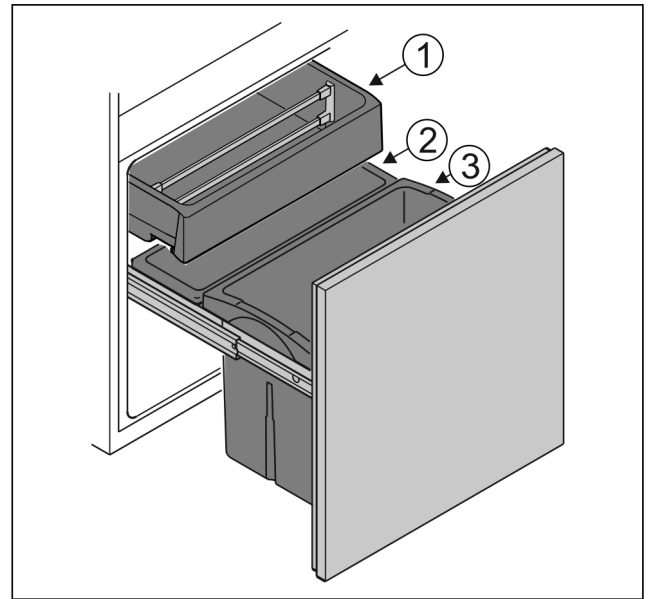

Fig. 4
- ▶ Récipient Fig. 4 (1) : Y mettre les légumes et fruits méridionaux non emballés.
- ▶ Récipient Fig. 4 (2) : Y mettre les petites variétés de fruits et légumes non emballés.
- ▶ Récipient Fig. 4 (3) : Y mettre des bouteilles individuelles.